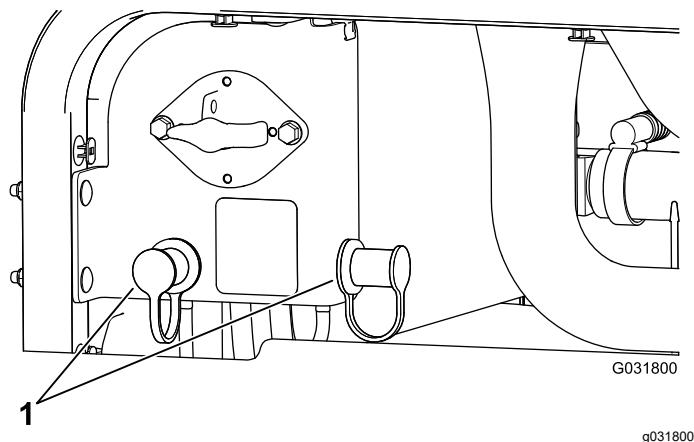

Рисунок 109
3. Снимите крышки со штырей запуска от внешнего источника (Рисунок 109).